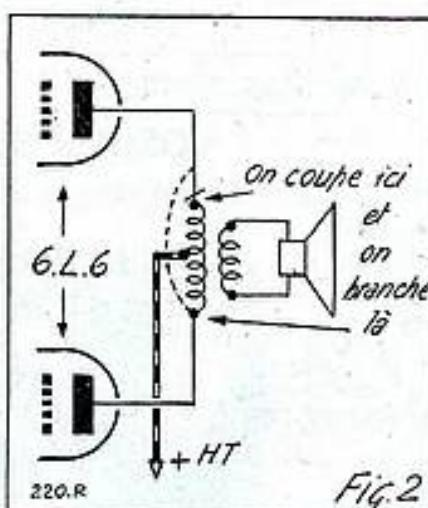

Fig. 2
*Réglage de P. P. « graves ».* — Dans l'étage déphasage, un potentiomètre  $P_1$  de 50 000  $\Omega$  linéaire à axe court est spécialement prévu à cet usage. Il permet d'ajuster la tension injectée à la grille de la triode déphasante pour obtenir un fonctionnement correct de cet étage. Pour cela, on branche à l'entrée de l'ampli un signal à 400 c/s, on débranche une des plaques du push pull que l'on réunit à l'autre, le transformateur de sortie attaquant toujours le H.P. (figure 2). On règle  $P_1$  de façon que le signal transmis par le H.P. « graves » soit le plus faible possible. Ensuite, on rebranche les plaques des 6L6 correctement. Le push pull est alors réglé.